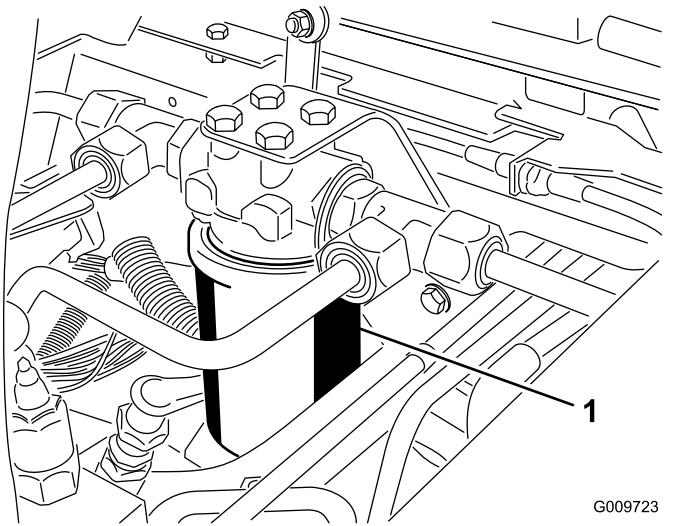
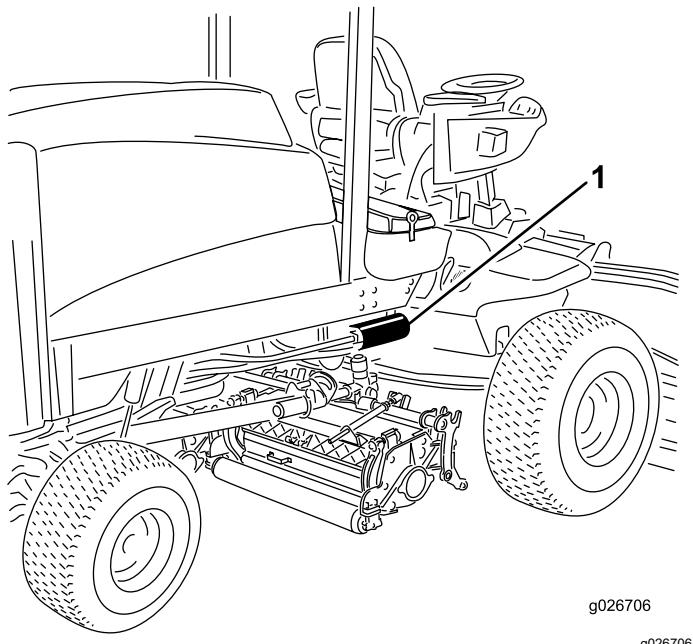

Figure 74
Figure 75
2. Nettoyez la zone autour de la surface de montage du filtre. Placez un bac de vidange sous le filtre et déposez le filtre (Figure 74 & Figure 75).